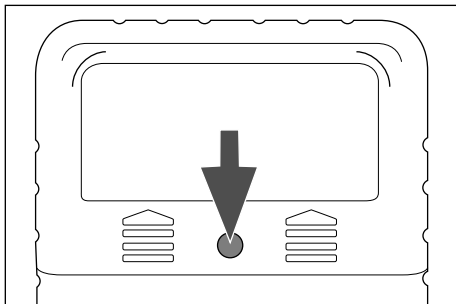

Fig. 1
- 1) À l'aide du tournevis **7** fourni, desserrez la vis supérieure située à l'arrière de l'appareil (voir fig. 1). Retirez le cache du compartiment à pile en le glissant vers le haut.